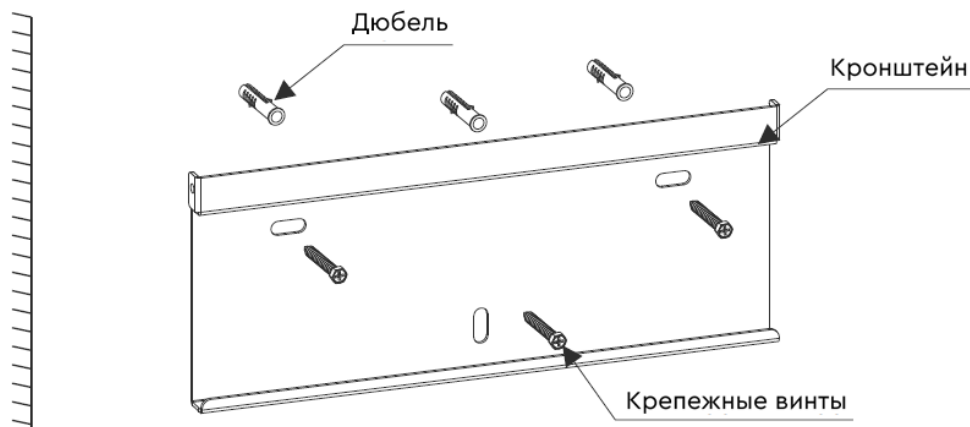

Рисунок 7. Монтаж кронштейна на стене
2. Убедитесь, что кронштейн размещен на стене ровно, а монтажные отверстия (см. Рисунок 7) расположены правильно. Просверлите отверстия в стене согласно разметке.
4. Поднимите инвертор (будьте осторожны, чтобы избежать деформации корпуса) и совместите боковые ребра инвертора с выпуклой частью кронштейна. Повесьте инвертор на кронштейн и убедитесь, что инвертор надежно закреплен (см. Рисунок 7).